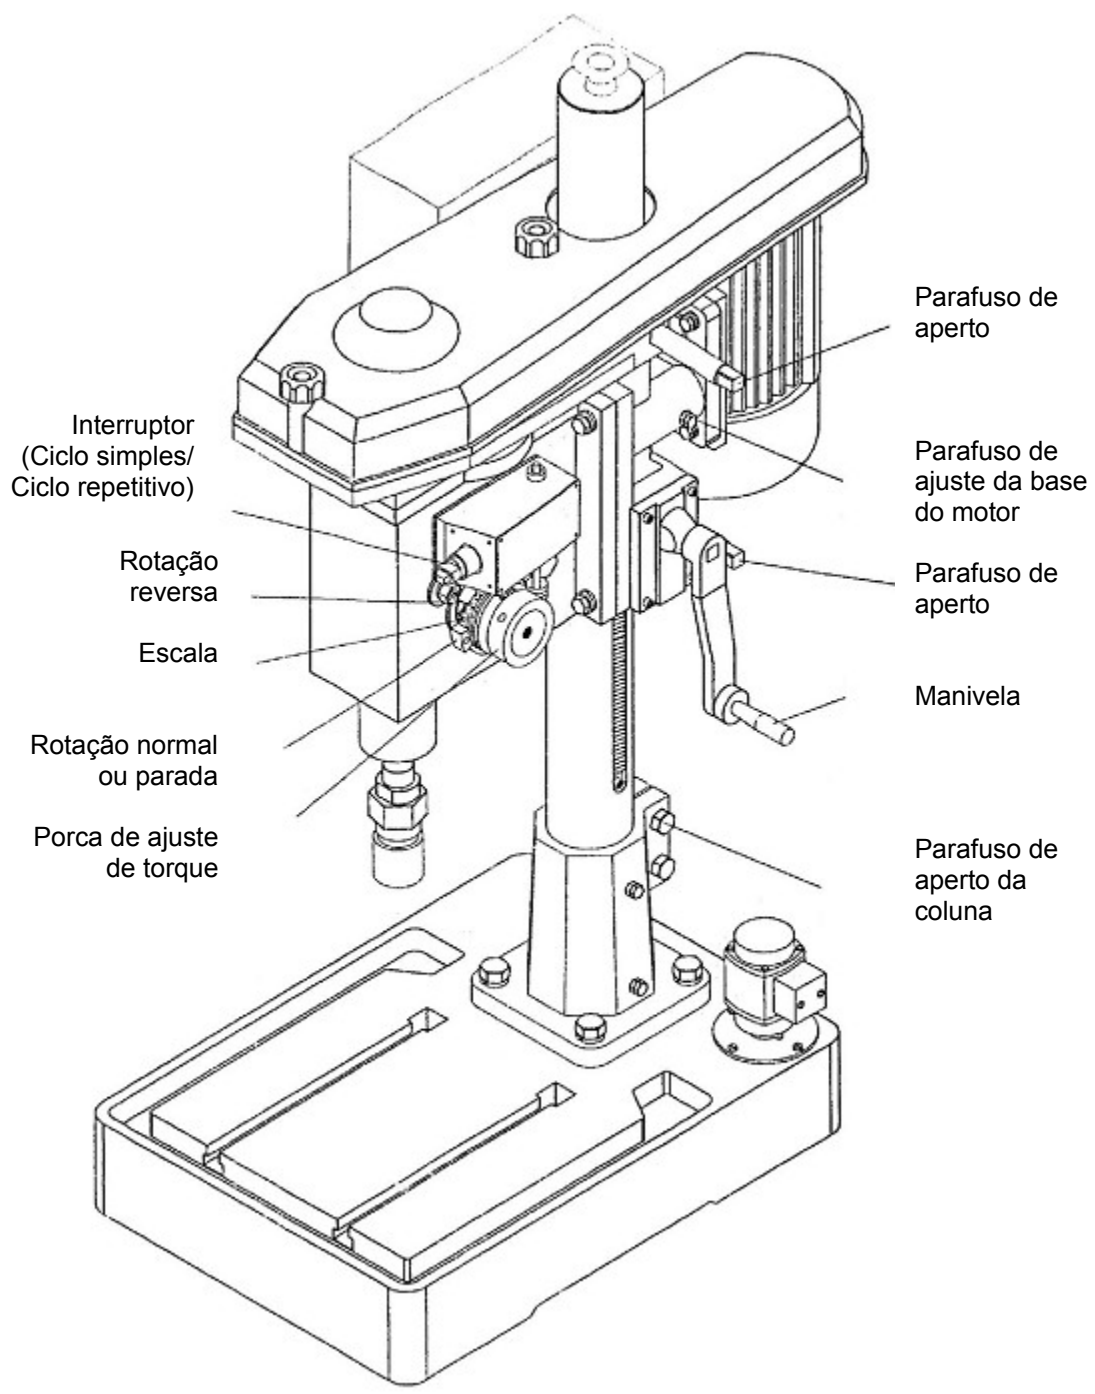

Fig. 1
1. Ajuste a profundidade de rosqueamento usando o interruptor (Fig. 1)
- (2) Método de operação
- b. Teste do interruptor de profundidade. (Fig. 1)
Recuo (Fig. 1)
- (2) Há as engrenagens A e B (marcadas na engrenagem), respectivamente eixo A e eixo B, com diferença no diâmetro de furação, portanto certifique-se de instalar a engrenagem correta para a sua aplicação. (Fig. 1)
- (1) Solte o parafuso (Fig.1), com o auxílio da alavanca.
- (2) Lembre-se de fixá-la novamente após decidir a posição correta.
9. Ajuste da correia. (Fig. 1)